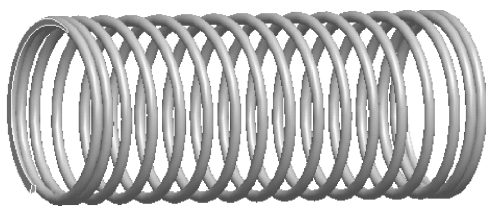

图 6-144 螺旋压缩弹簧
(10) 螺旋压缩弹簧丝直径 $d = 5\text{mm}$ ，弹簧外径 $D_2 = 80\text{mm}$ ，节距 $t = 12\text{mm}$ ，弹簧的磨平压紧圈为2.5圈，弹簧的高度为200，右旋，画出如图6-144所示的弹簧模型。